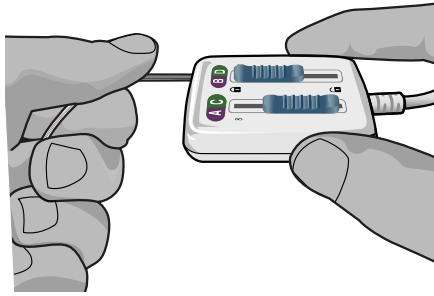

Abbildung 6: Fixieren der DBS-Elektrode im Stecker des Operationssaakabels 2x8
6. Das Ende der DBS-Elektrode bis zum Anschlag in den Anschluss schieben. Die DBS-Elektrode beim Verschieben des Arretierhebels in die geschlossene () Position festhalten (Abbildung 6).